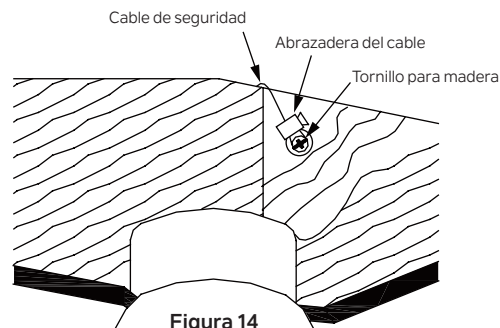

Figura 14
Paso 2. Inserte el cable de seguridad a través del soporte de montaje y uno de los orificios de la caja de salida en el techo. Ajuste la longitud del cable de seguridad para alcanzar el tornillo para madera y la arandela plana tirando del cable adicional a través de la abrazadera del cable hasta que la longitud total sea adecuada. Vuelva a colocar el extremo del cable a través de la abrazadera del cable formando un lazo en el extremo del cable. Apriete firmemente la abrazadera del cable. Ahora, coloque el lazo en el extremo del cable de seguridad sobre el tornillo para madera y debajo de la arandela plana. Apriete firmemente el tornillo para madera. (Figura 14)